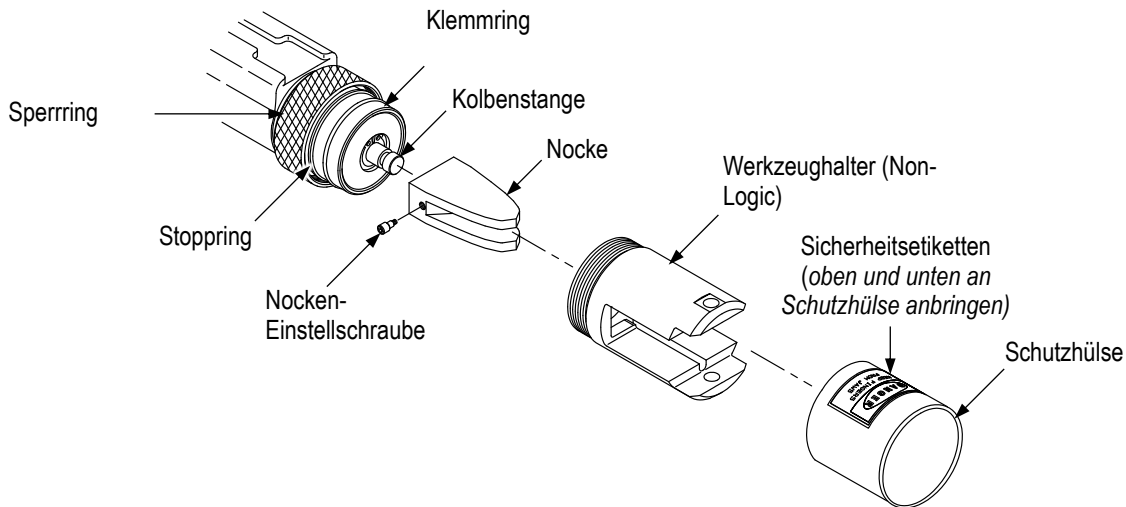

Abbildung 7
Ein Streifen mit selbstklebenden Sicherheitsetiketten mit Aufdrucken in verschiedenen Sprachen ist im Lieferumfang der Werkzeughalterung enthalten. Ziehen Sie das Etikett mit der entsprechenden Sprache vom Streifen und kleben Sie es auf die Schutzhülse (die mit dem kleinen und großen Werkzeughalter geliefert wird) wie in Abbildung 7 dargestellt, oder direkt auf den Adapter (der keine Schutzhülse erfordert).
2. Setzen Sie die Nocke (mit der Einstellschraube) auf die Kolbenstange, wie in Abbildung 7 dargestellt. Die Nocke muss bündig auf der Stirnseite der Kolbenstange aufliegen. Ist dies nicht der Fall, drehen Sie die Einstellschraube *entgegen dem Uhrzeigersinn*, bis die Nocke bündig auf der Kolbenstange aufliegt.